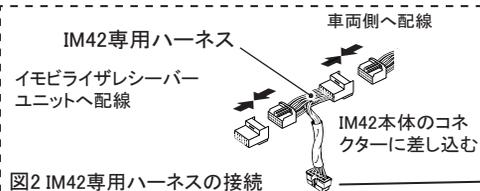

図2 IM42専用ハーネスの接続
- ② 図2のようにイモビライザーシーバユニットの7PコネクタにIM42専用ハーネスのコネクタを割り込ませ、接続します。
- ③ イモビアダプター本体とIM42専用ハーネス(10Pコネクタ部)を接続します。